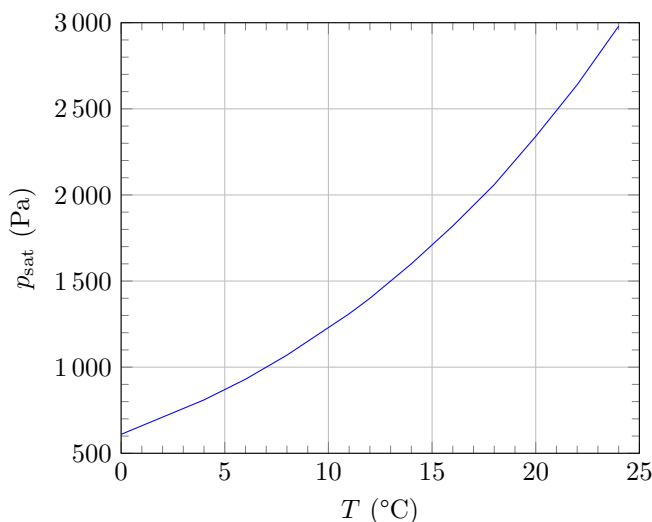

FIGURE 1 – Pression de vapeur saturante en fonction de la température
- son *humidité relative* HR (ou *degré hygrométrique*) à la température T : $HR = \frac{p_v(T)}{p_{sat}(T)}$ où p_v est la pression partielle en vapeur d'eau et p_{sat} la pression de vapeur saturante dont la dépendance avec la température est donnée par la figure 1.